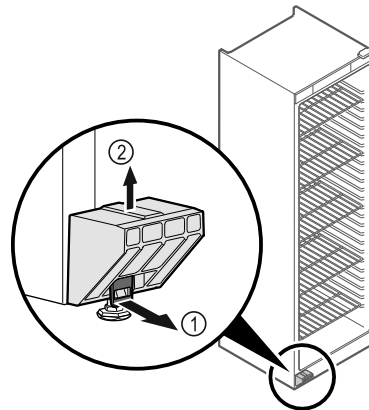

Fig. 6
- ▶ Потяните сергу Fig. 6 (1) вперед.
- ▶ Снимите транспортное крепление Fig. 6 (2) движением вверх.